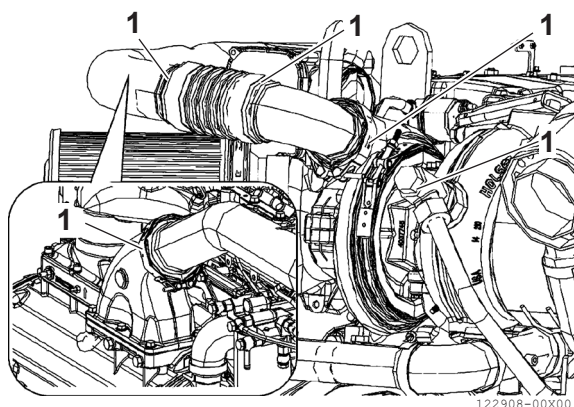

Bild 2
Kontrollera att slangklämmorna (**bild 2, (1)**) är åtdragna. Kontrollera visuellt att laddningsluftsystemet inte är tilltäppt eller skadat.